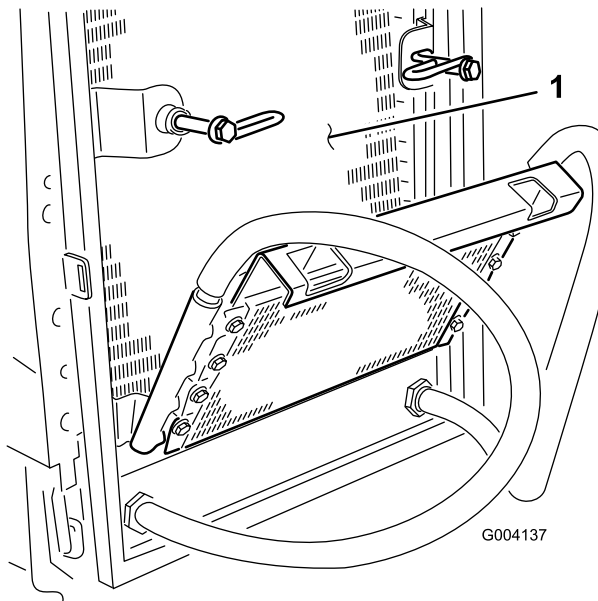

Figura 102
8. Limpie a fondo ambos lados del enfriador de aceite y del radiador (Figura 102) con aire comprimido.